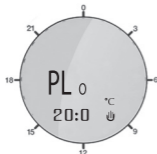

Рисунок 9. Индикация настройки энергосберегающей температуры
Далее для перехода в настройку энергосберегающей (минимальной) температуры необходимо еще раз нажать клавишу меню  $\equiv$  (1) — на дисплее появится индикация, соответствующая рис. 9. Для изменения текущего значения используйте клавиши  $\blacktriangle$  (10) и  $\blacktriangledown$  (11).